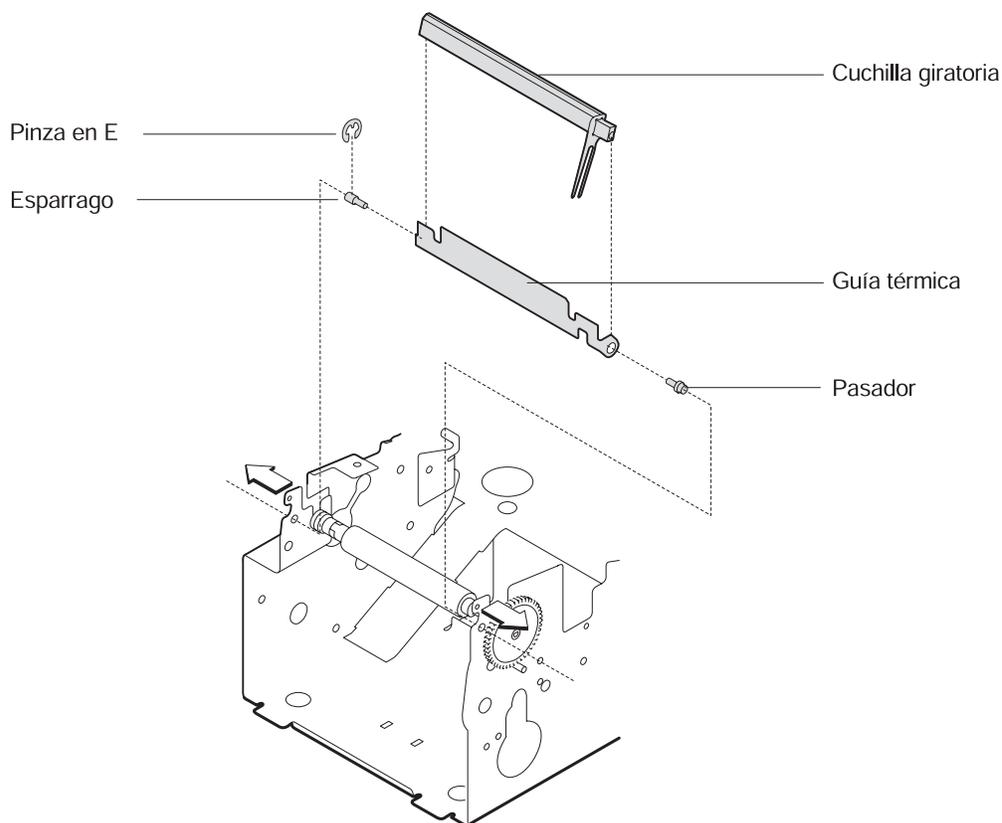
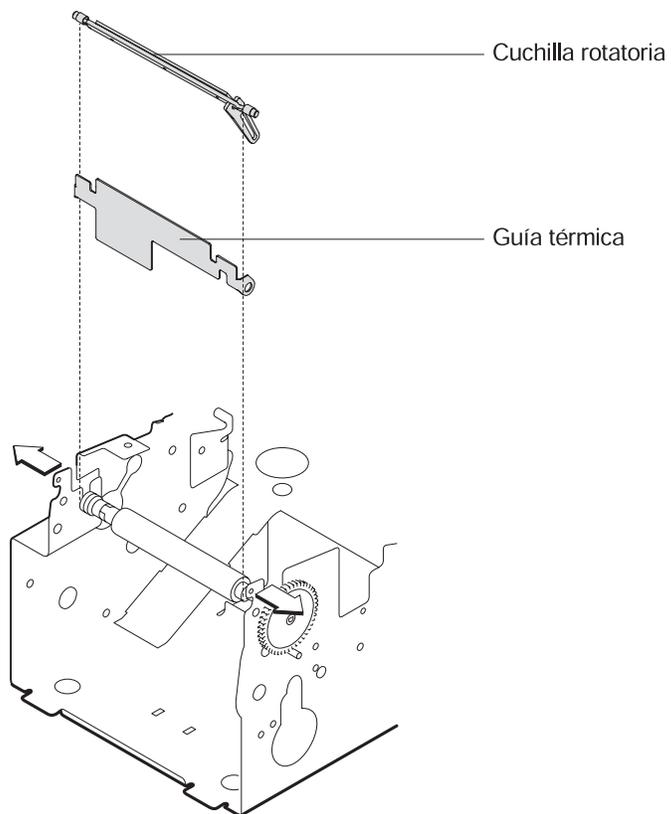

Figura 4-53. Extracción de la cuchilla giratoria y de la guía térmica (modelo GR3 o TN3)
Figura 4-54. Extracción de la cuchilla giratoria y de la guía térmica (modelo TN4)
3. Extraiga la **cuchilla del cabezal cortador giratorio** y la **guía térmica** haciendo palanca hacia fuera en el lado derecho del bastidor con un destornillador. Consulte la Figura 4-53 o la Figura 4-54 en la página 4-67.